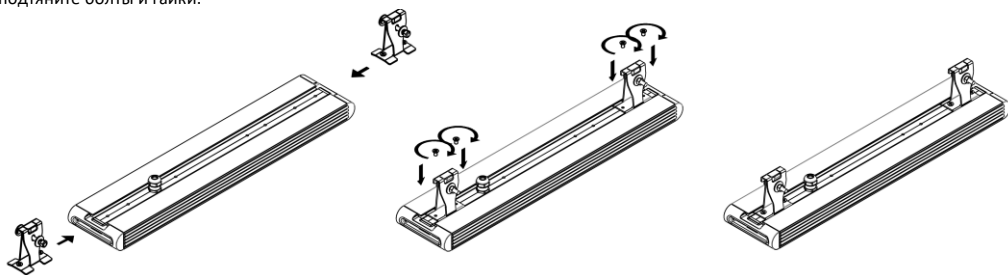

Рисунок 8 – Установка крепления Трос (на примере Element 0,5x1).
5.9.1. Распакуйте крепление и установите на светильнике (см рисунок 8). Заведите крепление в паз на корпусе светильника. Для фиксации крепления на корпусе светильника имеются 4 отверстия. Совместите отверстия на креплениях с отверстиями на корпусе. Шаг между винтами на креплении должен совпасть с шагом между винтами на корпусе. Вкрутите четыре винта M5, идущих в комплекте для фиксации крепления на корпусе светильника. Крепление должно встать симметрично поперечной оси светильника (см рисунок 4, e)